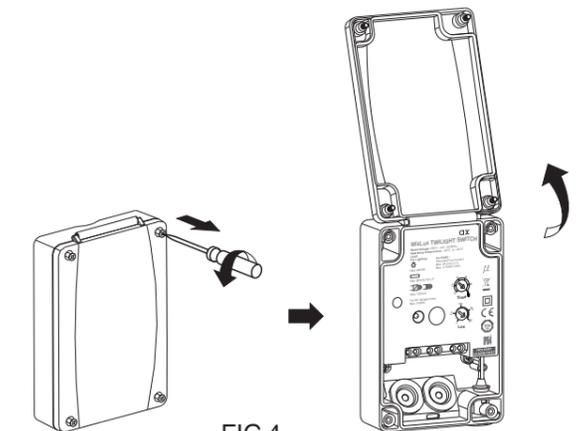

FIG.4
3.3.1.1 Desatornille la tapa y ábrala hacia arriba (ver FIG.4).